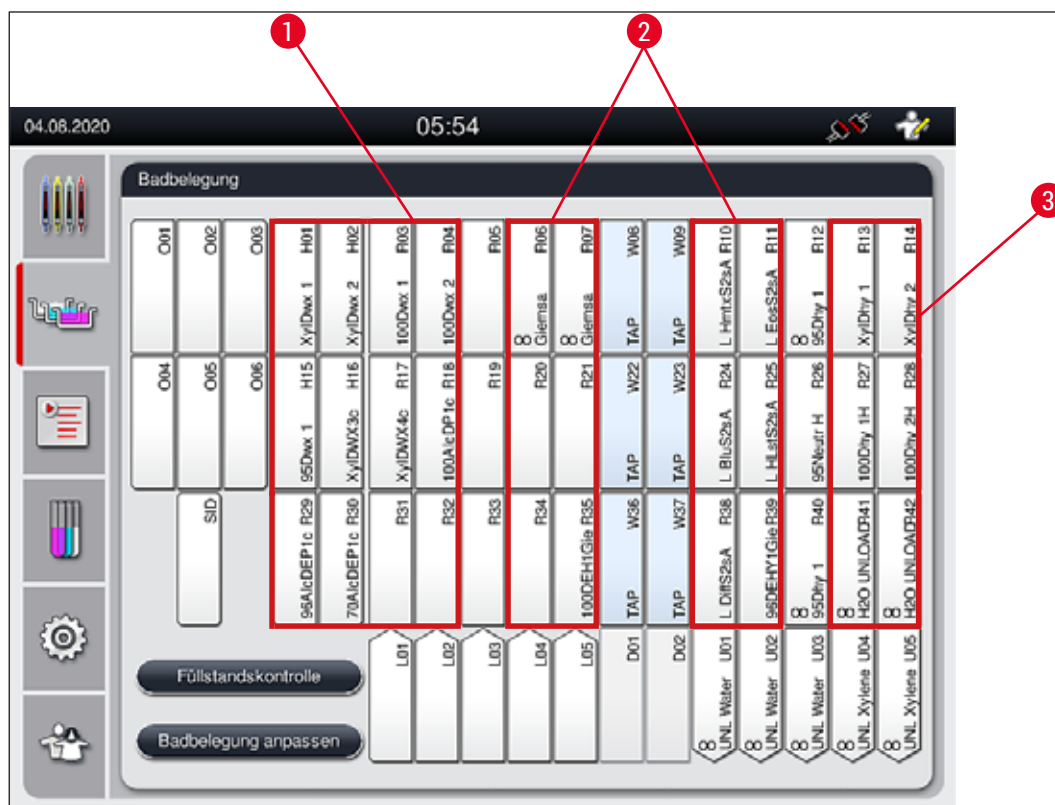

Abb. 40
- Färbereagenzien, die einen nachfolgenden Fließwasserschritt erfordern, sind benachbart der Fließwasserküvetten positioniert (→ "Abb. 40").